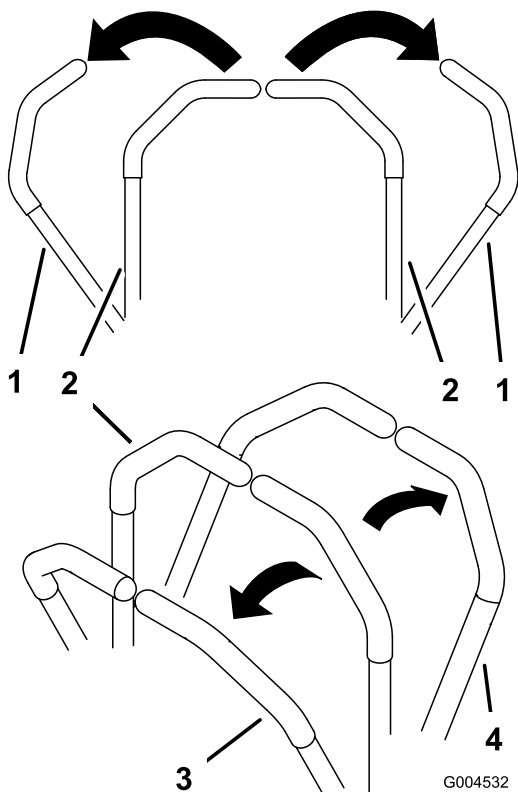

Figura 19
3. Para ir hacia adelante, empuje lentamente las palancas de control de movimiento hacia adelante (Figura 19).
Para ir recto, aplique la misma presión a ambas palancas de control de movimiento (Figura 19).
Para girar, mueva la palanca de control de movimiento hacia punto muerto en el sentido en el que desea girar (Figura 19).
2. Para ir hacia atrás, tire lentamente de las palancas de control de movimiento hacia atrás (Figura 19).
Para girar, deje de empujar la palanca de control de movimiento del lado al que desea girar (Figura 19).